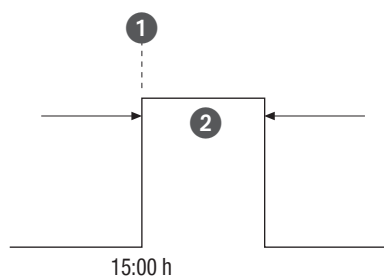

Bild 31: Impulskoppling
- (Bild 31/①) starttid
- (Bild 31/②) period = koppling PÅ